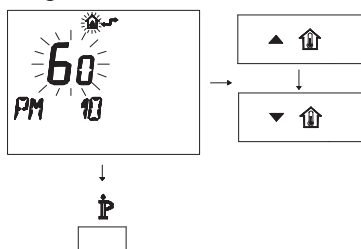

Figura 5.46
- Para modificar el punto de consigna programado, use los botones ▲ **U** o ▼ **U** y espere a que el número programado comience a parpadear (Figura 5.46).